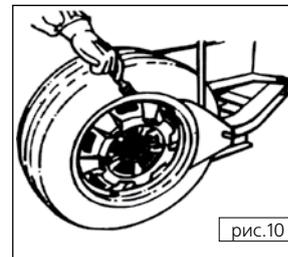

рис.10
1. Поместите шину между лопаткой устройства отрыва борта и резиновым упором, вставьте лопатку между бортом покрышки и диском, нажмите на педаль (10) (на рис.1 – 10, на рис.2 – 3), чтобы оторвать борт от диска колеса (Рис.10).